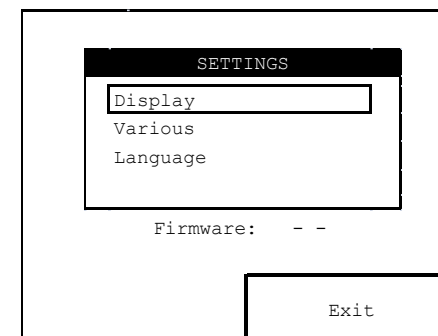

Abb.5
1. Drücken Sie die Funktion taste in Bezug auf die Taste EINSTELLUNGEN in Übereinstimmung mit dem Bildschirm der Abb. 3; es erscheint der Hauptbildschirm der Taste EINSTELLUNGEN (siehe Abb. 5)
1. Drehen Sie den Drehknopf entsprechend dem Hauptbildschirm der Taste EINSTELLUNGEN, bis der Cursor auf dem Menü DISPLAY positioniert ist (siehe Abb. 5)
1. Drehen Sie den Drehgeberknopf entsprechend dem Hauptbildschirm der Taste EINSTELLUNGEN, bis der Cursor auf dem Menü VERSCHIEDENES positioniert ist (siehe Abbildung 5).
1. Drehen Sie den Drehknopf entsprechend dem Hauptbildschirm der Taste SETTINGS, bis der Cursor auf dem Menü SPRACHE positioniert ist (siehe Abb. 5)